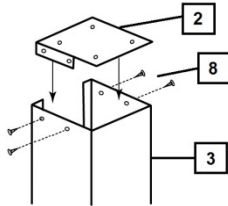

Abb. 28.
- a) Bauen Sie die oberen Profile HOR 1 (gerader Schnitt) an der Oberseite der Zentralsäulen ein, Fotos 20 und 21, und richten die Extreme auf der oberen Platte ein, Abb. 28. Schrauben einrichten und ohne anzudrücken verschrauben. Die 550x366 Pools sind nicht mit einem HOR1-Profil ausgestattet, daher müssen Sie mit dem HOR2-Profil beginnen (Abschnitt b).